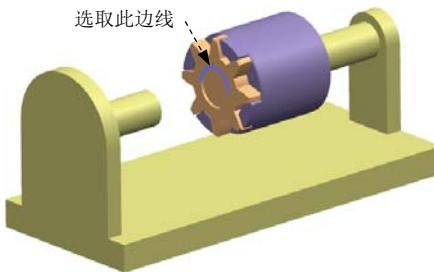

图 6.6.4 定义连杆 4 中的旋转副
(1) 在运动导航器中隐藏连杆 L002。
(2) 选择下拉菜单 **插入(S)** → **运动副(I)…** 命令，系统弹出“运动副”对话框；在“运动副”对话框 **定义** 选项卡的 **类型** 下拉列表中选择 **旋转副** 选项；在模型中选取图 6.6.4 所示的边线为参考，系统自动选择连杆、原点及矢量方向；单击 **确定** 按钮，完成旋转副的定义。